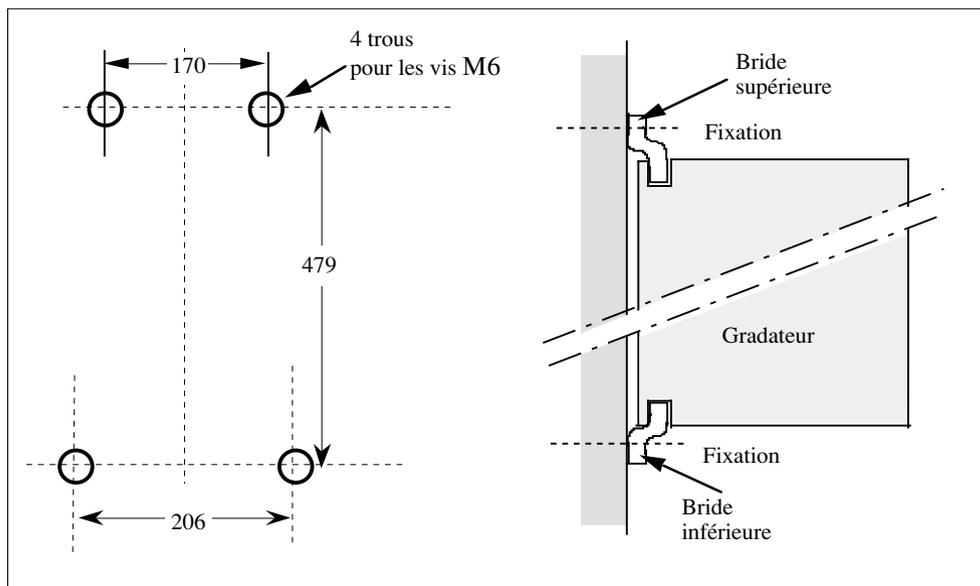

Figure 2-1 Cotes de perçage et position des brides
- Fixer les deux brides sur le panneau par 4 vis M6 en respectant les cotes de perçage et la position des brides (figure 2-1).